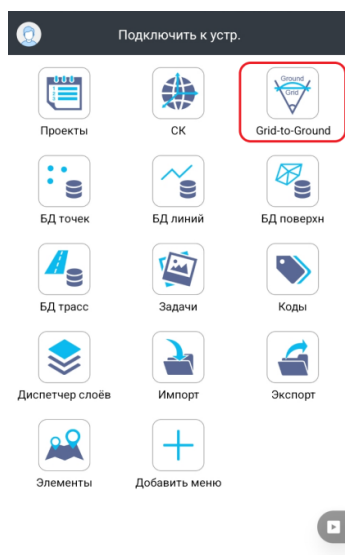

Рисунок 4.1.15
Нажмите , чтобы выбрать точку из списка (Рисунок 4.1.15).
1. Перейдите в нижнее меню Проекты, затем выберите меню Grid-to Ground (Рисунок 4.1.15).